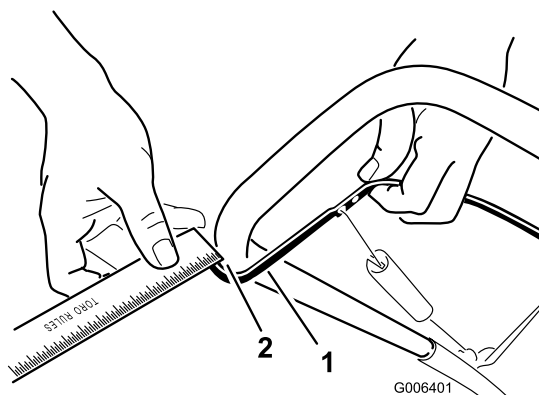

Figure 26
Rapprochez la barre de commande du guidon pour tendre le câble de commande (Figure 26).
Remarque: Vérifiez que la barre de commande et le guidon sont espacés de 2 à 3 mm (1/16 à 1/8 po) (Figure 26).
2. Accrochez le raccord en Z à un trou plus haut ou plus bas sur la bielle de réglage de manière à obtenir un écart de 2 à 3 mm (1/16 à 1/8 po.) entre la barre de commande et le guidon (Figure 26).